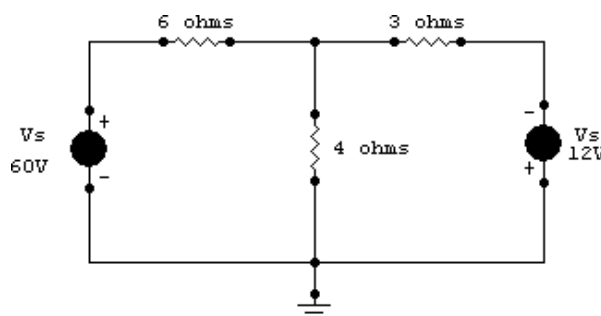

Figura 3 – Circuito com duas fontes de tensão.
6. Qual técnica seria usada pela sua equipe na análise do circuito da figura 3? Explicar.